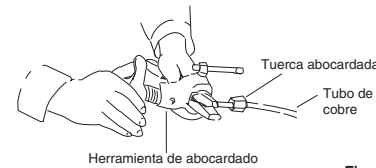

Fig. 5-3
- (3) Extraiga la tuerca abocardada de la unidad y asegúrese de montarla en el tubo de cobre.
- (4) Abocardé el extremo del tubo de cobre con una herramienta de abocardado. (Fig. 5-3)